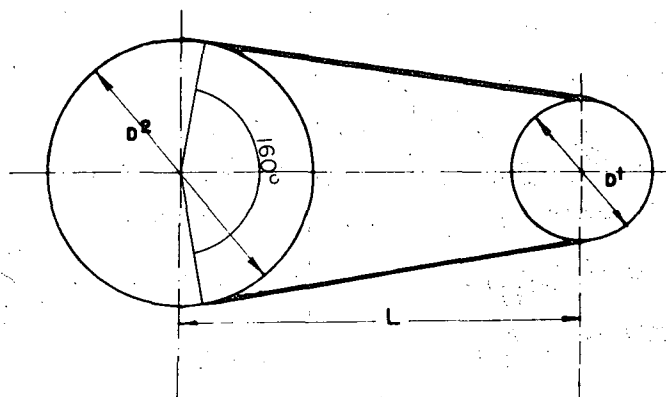

Fig. 6
- A distância L entre os eixos deve ser igual ou maior que 2 vezes o diâmetro da polia maior, a fim de que o menor arco de contato tenha um ângulo de 130° (fig. 6).